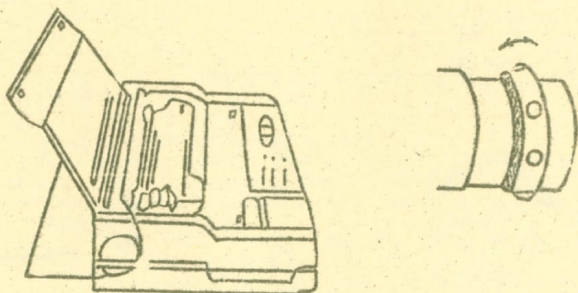

Рис.8
11.3.2.4. ПОРЯДОК УСТАНОВКИ ИЗОБРАЖЕН НА РИС.8.
11.3.3.2. РАСПОЛОЖИТЕ КРОНШТЕИН С БУМАГОМ СЗАДИ УВИП СИММЕТРИЧНО ПРОРЕЗИ НА ЗАДНЕЙ СТЕНКЕ КАК ПОКАЗАНО НА РИС.8.
11.3.3.7. СОВМЕСТИТЕ ПЕРФОРАЦИЮ ЛЕВОГО КРАЯ БУМАГИ С ШИПАМИ НА ЛЕВОМ КОЛЬЦЕ ВАЛА (СМ. РИС.8.).